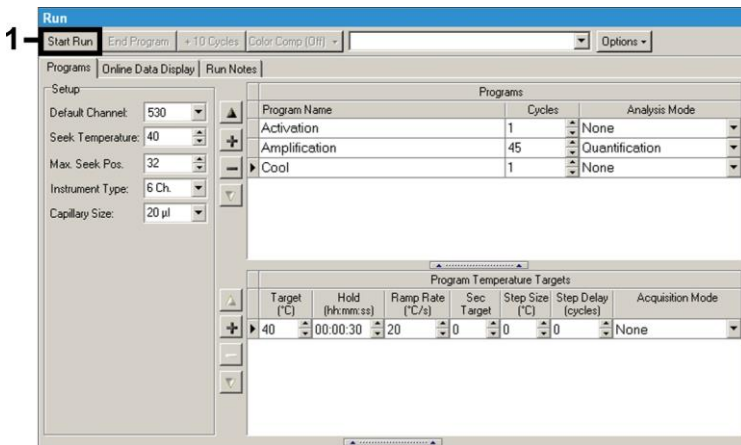

Fig. 9: Inizio della corsa PCR.
- Per far partire la corsa PCR passare al campo *Run* e attivare la funzione *Start Run* (vedi Fig. 9). Dopo aver indicato la posizione in cui i dati devono essere salvati partirà il programma PCR.